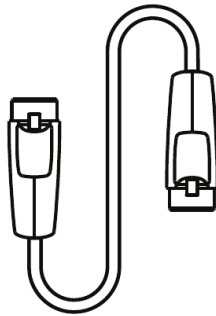

FIG. 2 — Cabo de bateria fornecido
- 2) Cabo de bateria para a conexão à estação (FIG. 2).